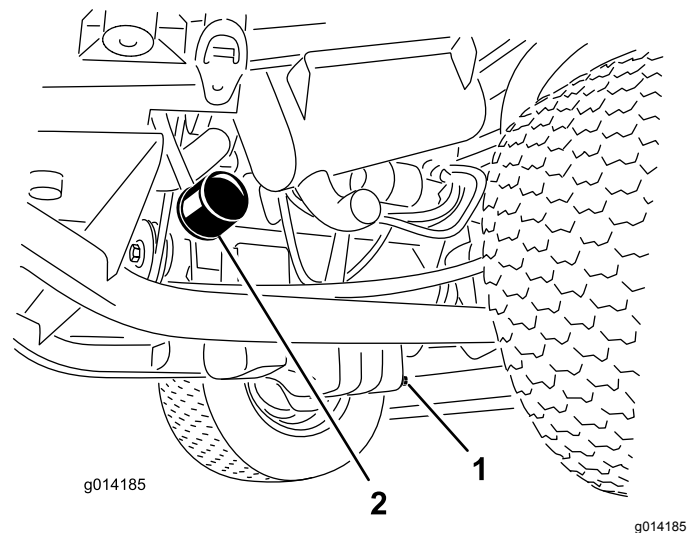

Figura 36
1. Togliete il tappo di spurgo (Figura 36) e lasciate defluire l'olio in una bacinella.
3. Togliete il filtro dell'olio (Figura 36).